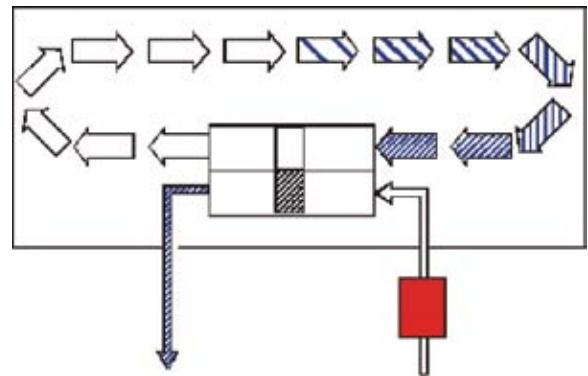

Рис. 2. Адсорбционный метод осушения
**Адсорбция.** Этот метод основан на сорбционных (влагопоглощающих) свойствах некоторых веществ – сорбентов. Имея пористо-капиллярную структуру, сорбенты извлекают водяной пар из воздуха. По мере насыщения сорбента влагой эффективность осушения снижается. Поэтому сорбент нужно периодически регенерировать, т.е. выпаривать из него влагу путем продувания потоком горячего воздуха (см. рис. 2).